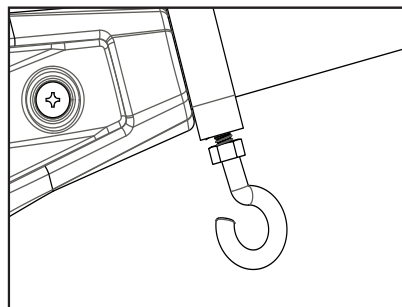
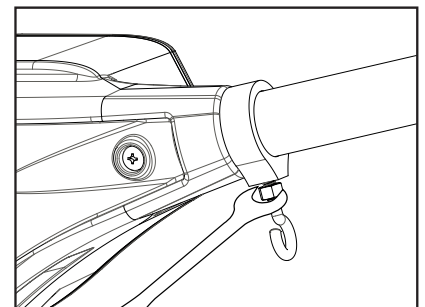

Figure 7
Figure 8
6. Faites glisser le col du crochet à boule à votre endroit préféré. Serrez manuellement le crochet à boule dans le tube du bras. Serrez suffisamment pour qu'il n'y ait aucun mouvement du bras. (Figure 7) Lorsque le crochet à boule est fixé, serrez l'écrou 1/4-20 à l'aide d'une clé de 7/16 po (11 mm), jusqu'à ce qu'il soit bien fixé au col de crochet à boule. (Figure 8)